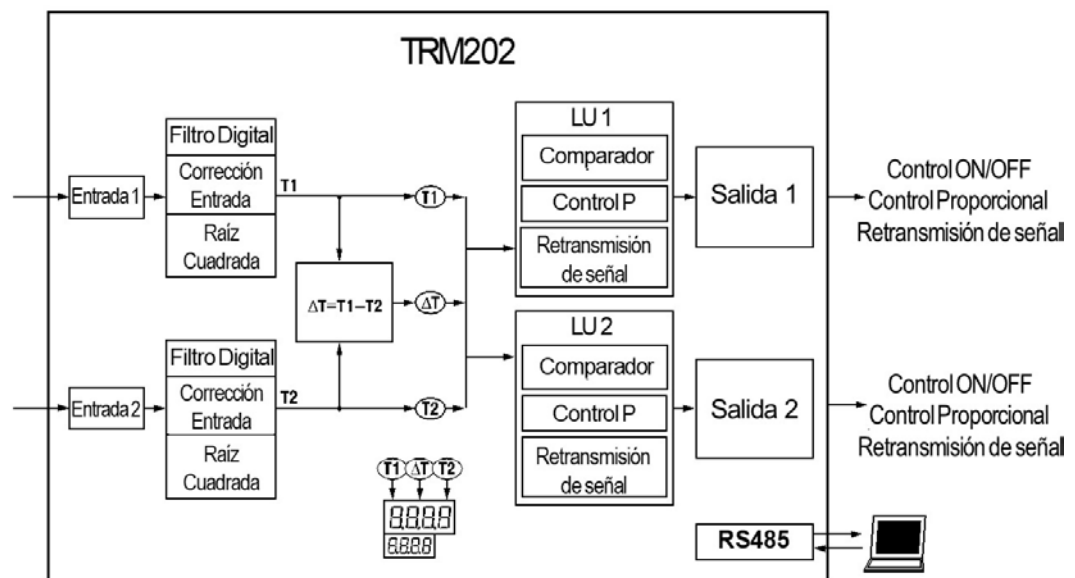

Fig. 6.2 Diagrama de bloques
La combinación entre la unidad de control (LU) con su parámetro de entrada y la salida asociada define el canal de control (ver Fig. 6.2).